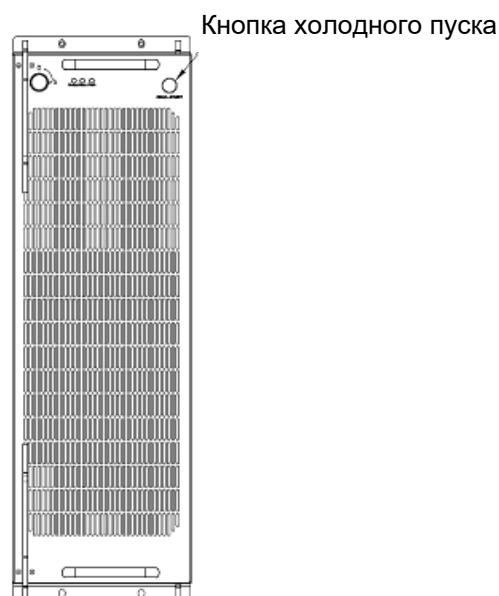

Рисунок 23. Кнопка холодного пуска на модуле байпаса.
3. Нажмите кнопку холодного пуска на модуле байпаса, см. рисунок 23.